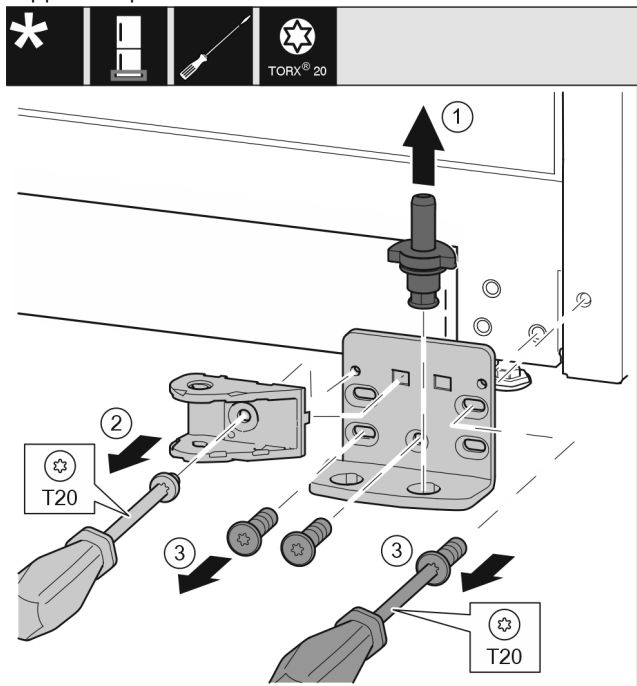

Fig. 45 *
- Retirer entièrement l'axe de palier Fig. 45 (1) par le haut.*
- Desserrer la vis Fig. 45 (2) avec un tournevis et retirer la liaison de l'amortisseur de fermeture.*
- Desserrer les vis Fig. 45 (3) avec un tournevis et retirer le support de palier.*